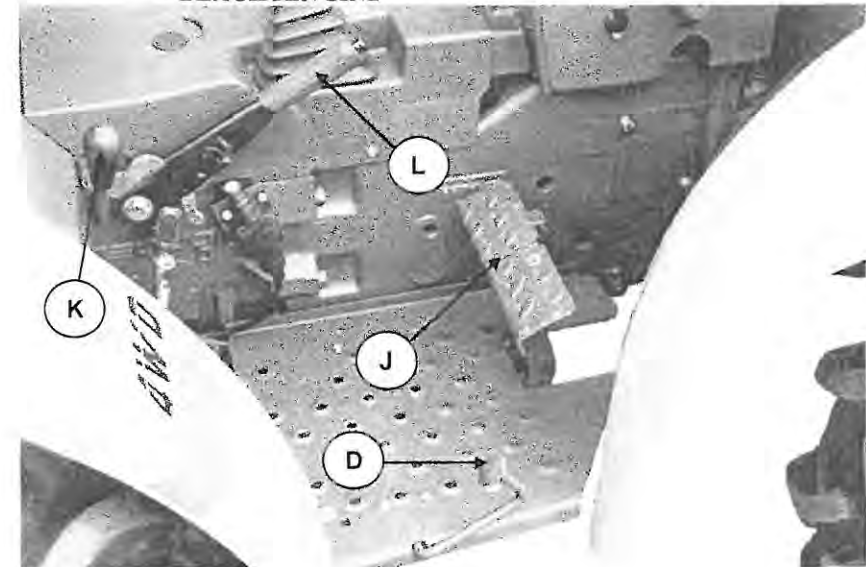

Abb. 8
**D. GASPEDAL (Abb. 8)**
**J. BREMSPEDAL (Abb. 8)**
**K. SCHALTHEBEL MOTORZAPFWELLE - WEGZAPFWELLE (Abb. 8)**
**L. HANDBREMSE (Abb. 8)**